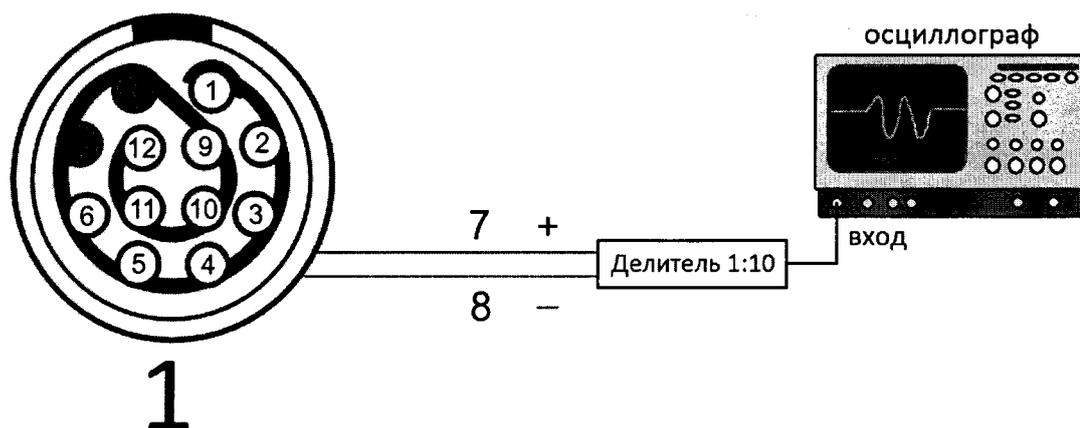

Рисунок 1 – Схема подключения осциллографа к электронному блоку дефектоскопа
8.4.2 Подключить осциллограф к первому разъему ВТП на электронном блоке дефектоскопа (рисунок 1):
8.5.1 Подключить осциллограф к первому разъему ВТП на электронном блоке дефектоскопа (рисунок 1):